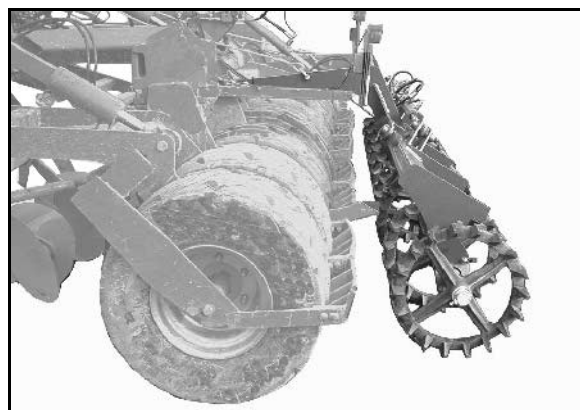

Fig. 41
- støperingsvalse (Fig. 41) eller